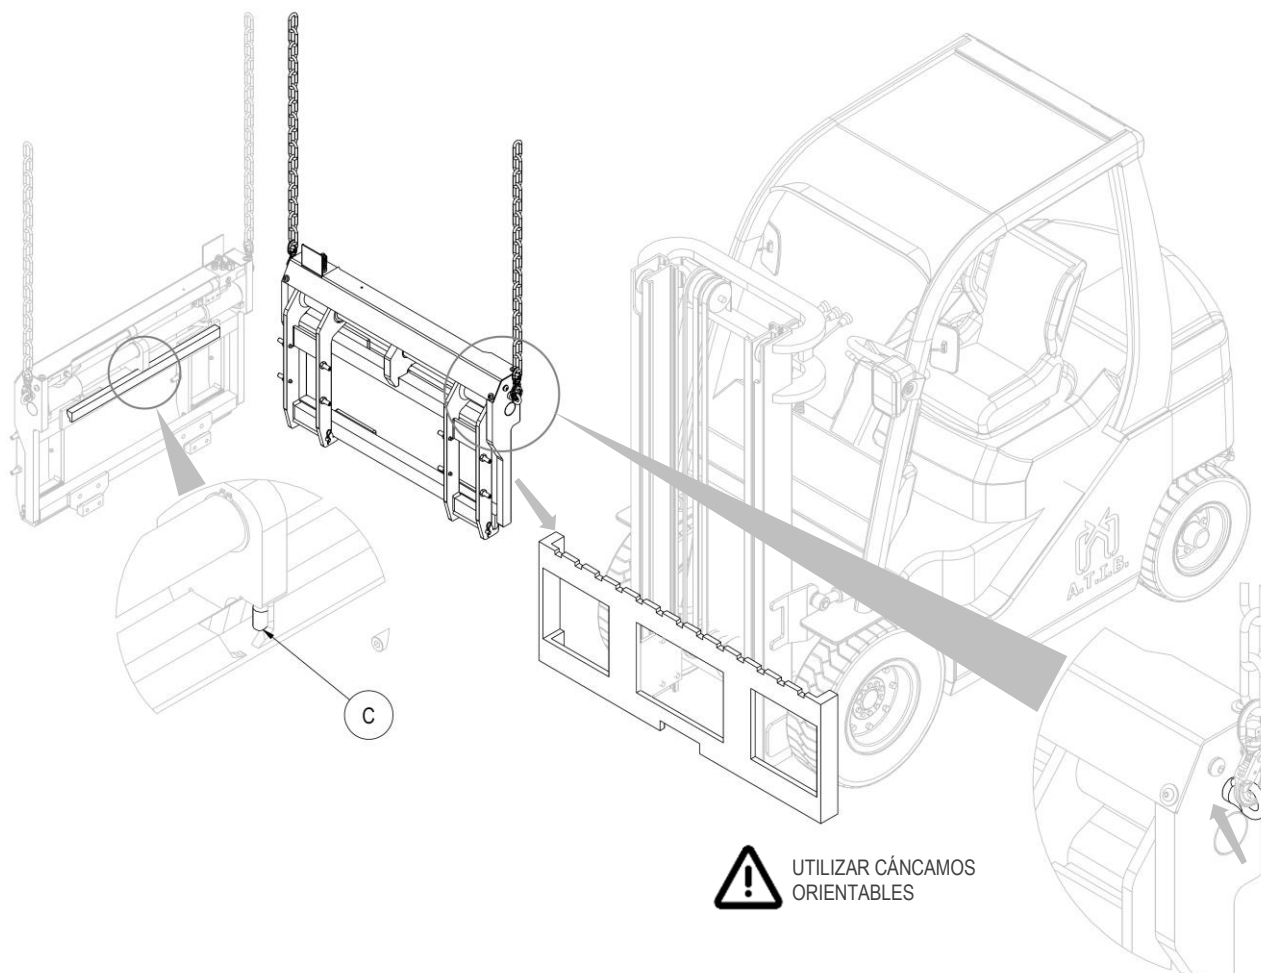

Figura 8
5. Para su manipulación, se deben utilizar cáncamos, que se deben atornillar en los espacios correspondientes (mira *Figura 8*).
6. Enganche el equipo desde el punto de agarre superior y con un puente grúa colóquelo en la placa porta horquillas, teniendo cuidado de encajar el diente de centrado **C** en la muesca central de la placa (mira *Figura 8*).